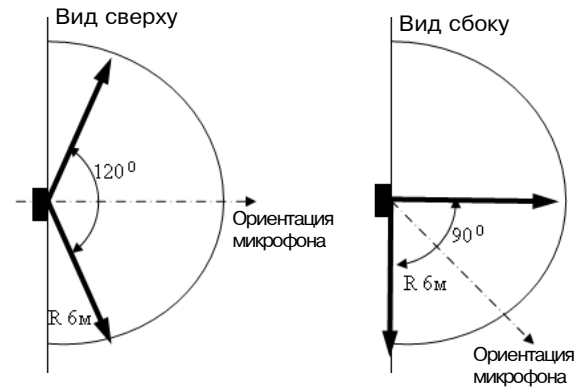

Рис. 1- Диаграмма зоны обнаружения АК-канала
1. При выборе места установки следует принимать во внимание диаграмму направленности извещателя (рис. 1);